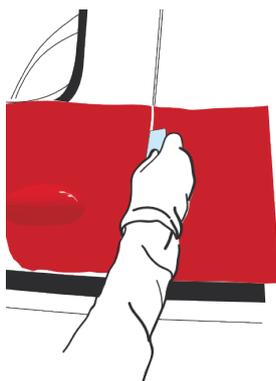

Abbildung 26
- › Fahren Sie abschließend mit der Rake über den Zuschnitt. Neigen Sie dabei die Rake in Richtung des schmalen Randes. (Abb. 26)